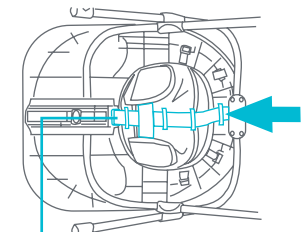

Fig. 3a
- 3 • If assembly required:** Underneath the walker, thread the end of the support strap through the 5 loops on the seat bottom. Slip the strap through the slot at the end of the height adjustment bracket (Fig. 3a).
Pase el extremo de la tira de soporte a través de los 5 lazos en la parte inferior del asiento y luego a través de la ranura en el extremo del soporte de ajuste de altura que se encuentra debajo de la bandeja (Fig. 3a).